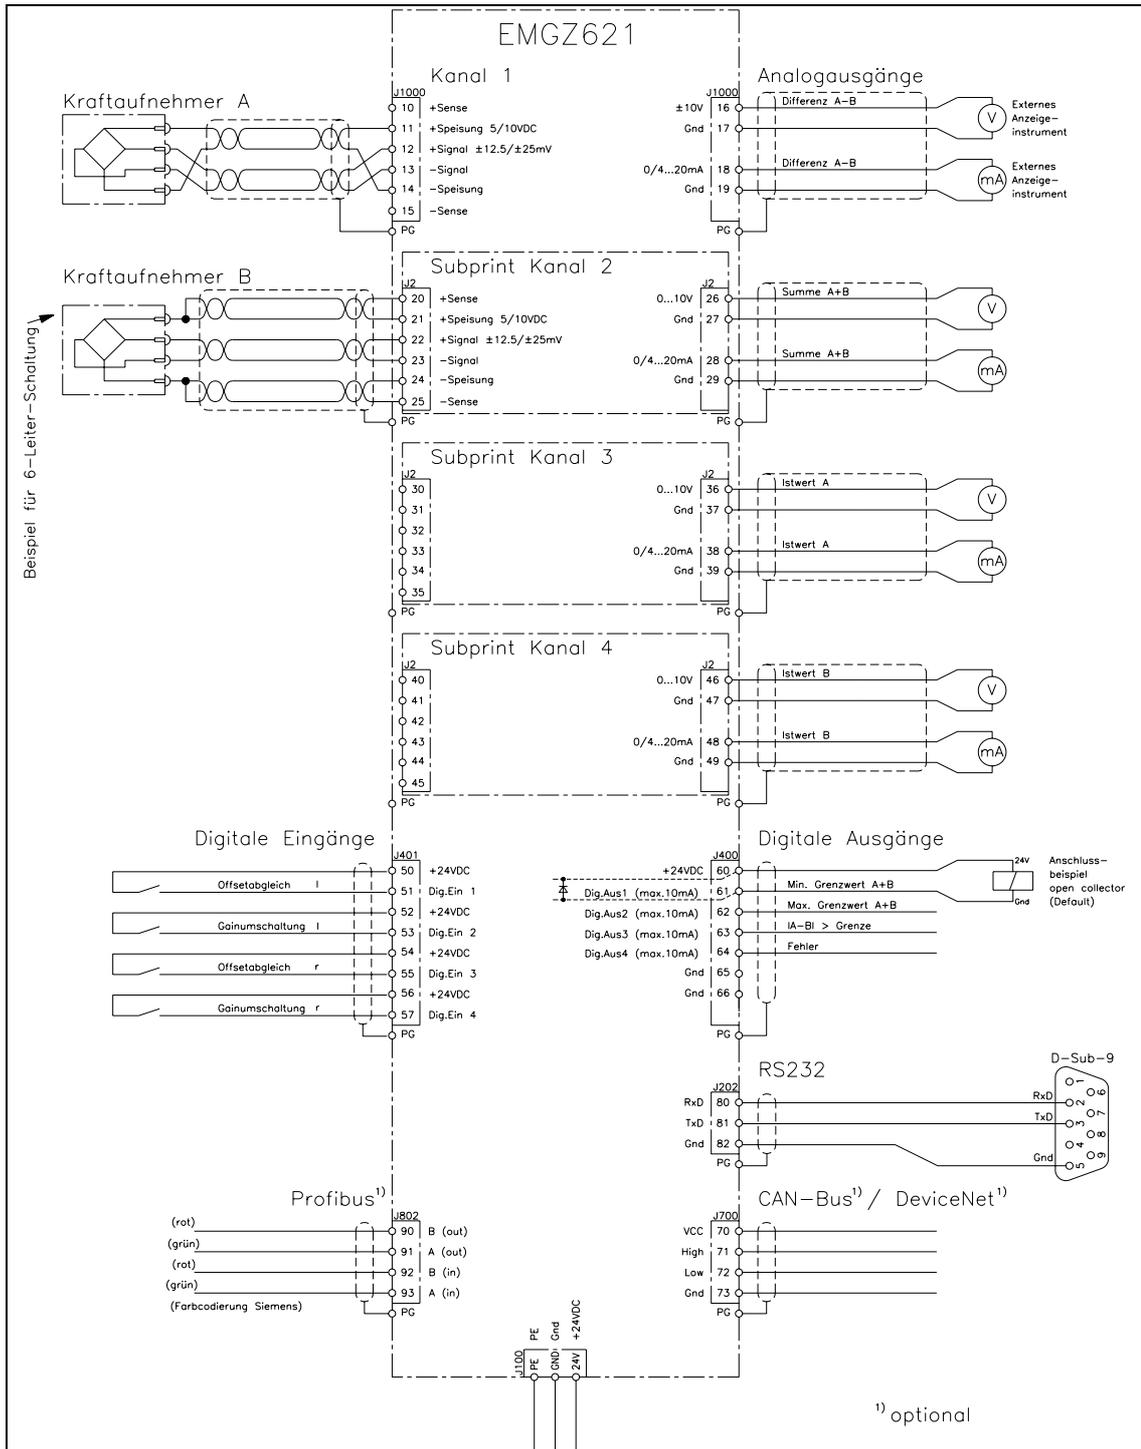

Bild 6: Anschlussschema EMGZ621A
Das Gehäuse kann in einem Schaltschrank oder frei bei der Maschine montiert werden. Alle Anschlüsse werden von unten durch die PG-Verschraubungen ins Gehäuse geführt und gemäss Anschlusschema (Bild 6) an die steckbaren Schraubklemmen angeschlossen.
Der Anschluss der Kabel auf die Klemmen der Elektronik erfolgt gemäss Anschlussschema (Bild 6). Bei zwei Kraftaufnehmern pro Messstelle werden die Kraftaufnehmer parallel geschaltet (siehe Anschlussschema, Kanal 1). Bei Anschluss in 6-Leiter-Schaltung (siehe Anschlussschema, Kanal 2) müssen die Lötbrücken geändert werden (siehe „8.2 Konfigurieren der Elektronikeinheit“).
- Beide Kraftaufnehmer (A und B) anschliessen (siehe Anschlussschema, Bild 6).
Der Abgriff der Grenzwertschalter erfolgt gemäss Anschlussschema (Bild 6).
Der Anschluss der dig. Eingänge erfolgt gemäss Anschlussschema (Bild 6).